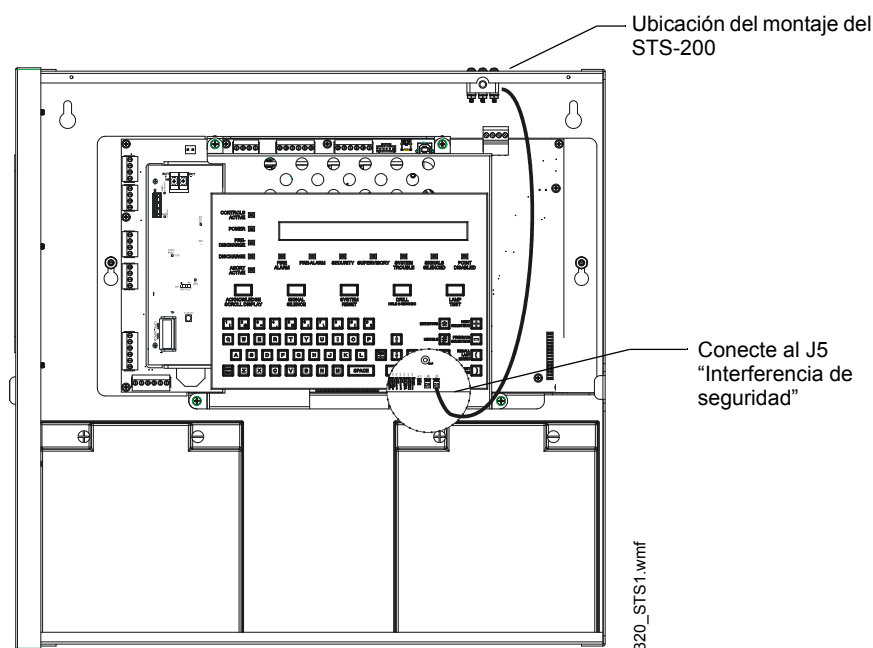

Figura 4.4 Instalación del interruptor de interferencia de seguridad STS-200
Para conectar el gabinete con un kit de interruptor de interferencia de seguridad modelo STS-200, vea la figura 4.4:
1. Instale el interruptor de interferencia de seguridad STS-200 en la ubicación que se muestra en la figura 4.4. Empuje el interruptor a través de la apertura hasta que quede trabado en su lugar.
2. Conecte el conector STS-200 al J5 (interferencia de seguridad) en el panel de control. (Como se muestra en la figura 4.4, el J5 se encuentra en la placa de circuitos, debajo del borde de KDM-R2).